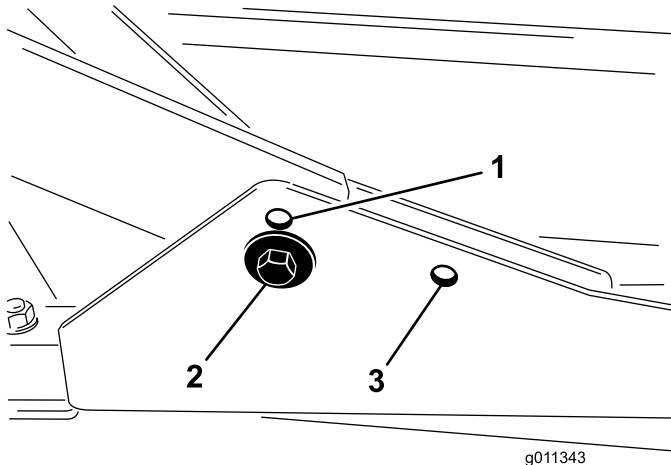

Figure 7
1. Pour les hauteurs de coupe entre 2 et 7,6 cm, montez les bâtis porteurs avant dans les trous inférieurs avant (Figure 7).
2. Pour les hauteurs de coupe entre 6,3 et 10 cm, montez les bâtis porteurs avant dans les trous supérieurs avant (Figure 7).
Quelle que soit la hauteur de coupe, le plateau de coupe arrière doit être monté dans les trous de montage arrière (Figure 7).